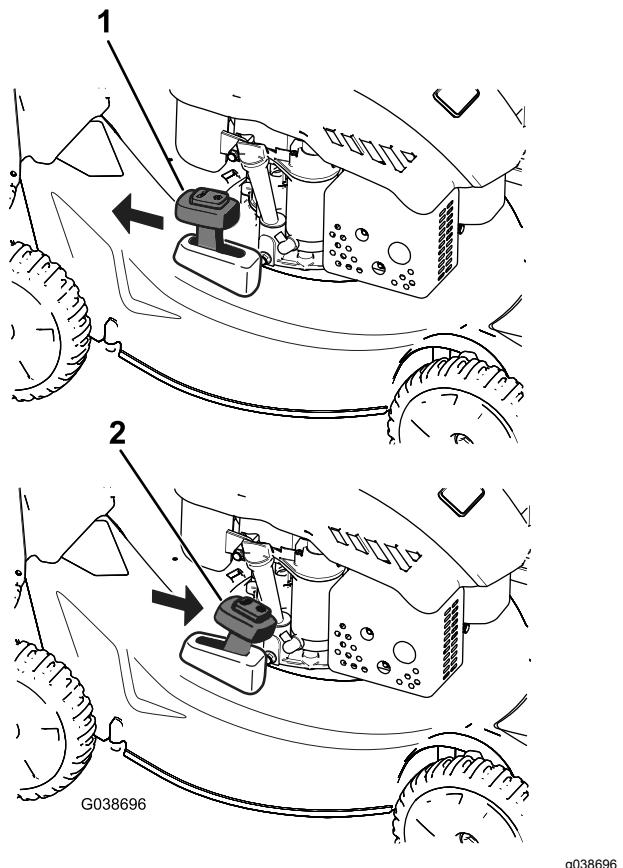

Bild 18
Schieben Sie den Hebel für den zuschaltbaren Grasfangkorb in die RECYCLING-Stellung, um das Schnittgut zu recyceln (Bild 18).
2. Setzen Sie den Fangkorb ein, siehe Montieren des Fangkorbs \(Seite 13\), und stellen den Hebel für den zuschaltbaren Fangkorb in die BAGGING-Stellung, wie in Bild 18 abgebildet.
Hinweis: Nehmen Sie ggf. den Fangkorb von der Maschine ab, bevor Sie das Schnittgut hinten auswerfen, siehe Entfernen des Fangkorbs \(Seite 14\). Der Hebel für den zuschaltbaren Fangkorb sollte in der BAGGING-Stellung sein, wie in Bild 18 abgebildet.